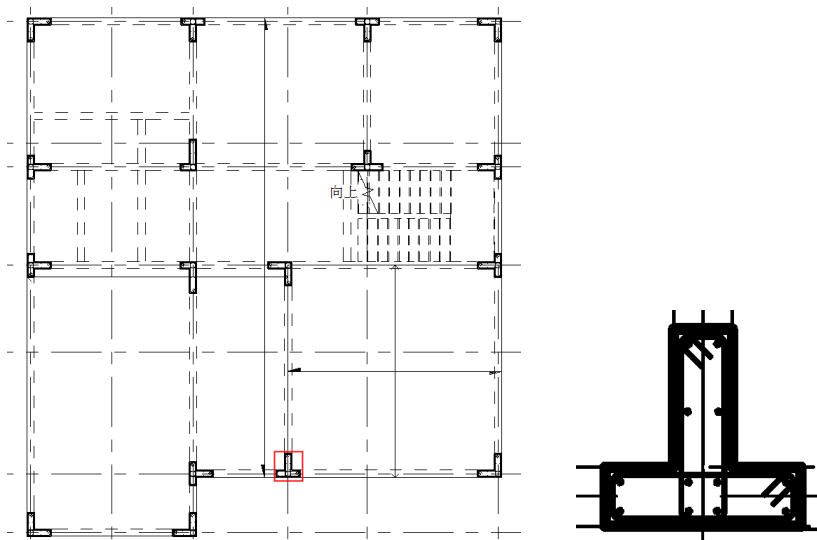
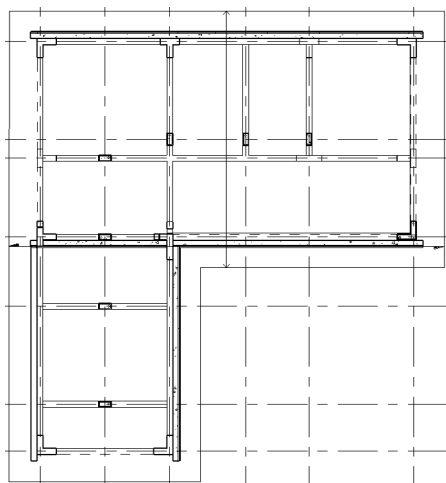

图 13-89 放置 01 形状钢筋
图 13-90 放置钢筋
(20) 在所有的柱截面上放置 01 形状钢筋, 如图 13-89 所示。
(21) 在“项目浏览器”中双击“结构平面”节点下的“4F”, 将视图切换到 4F 结构平面视图。
(22) 单击“结构”选项卡“钢筋”面板中“钢筋”按钮 , 打开“修改|放置钢筋”选项卡, 单击“当前工作平面”按钮  和“平行于工作平面”按钮 .
(23) 在“属性”选项板中选择“钢筋 8HPB300”类型, 在“造型”栏下拉列表中选择“33”或在“钢筋形状浏览器”中选择“钢筋形状: 33”。
(24) 在轴线 1/1、轴线 1/D 的矩形柱以及轴线 3 和轴线 C 交点的 Z3 柱截面上放置形状为 33 的钢筋, 按空格键调整形状位置, 如图 13-90 所示。
(25) 按住 Ctrl 键选择步骤 (24) 放置的所有钢筋, 在“属性”选项板中设置“布局规则”为“最大间距”, 输入“间距”为“200.0mm”, 在“属性”选项板的“视图可见性状态”栏中单击“编辑”按钮 , 打开“钢筋图元视图可见性状态”对话框, 在“三维视图”栏中勾选“清晰的